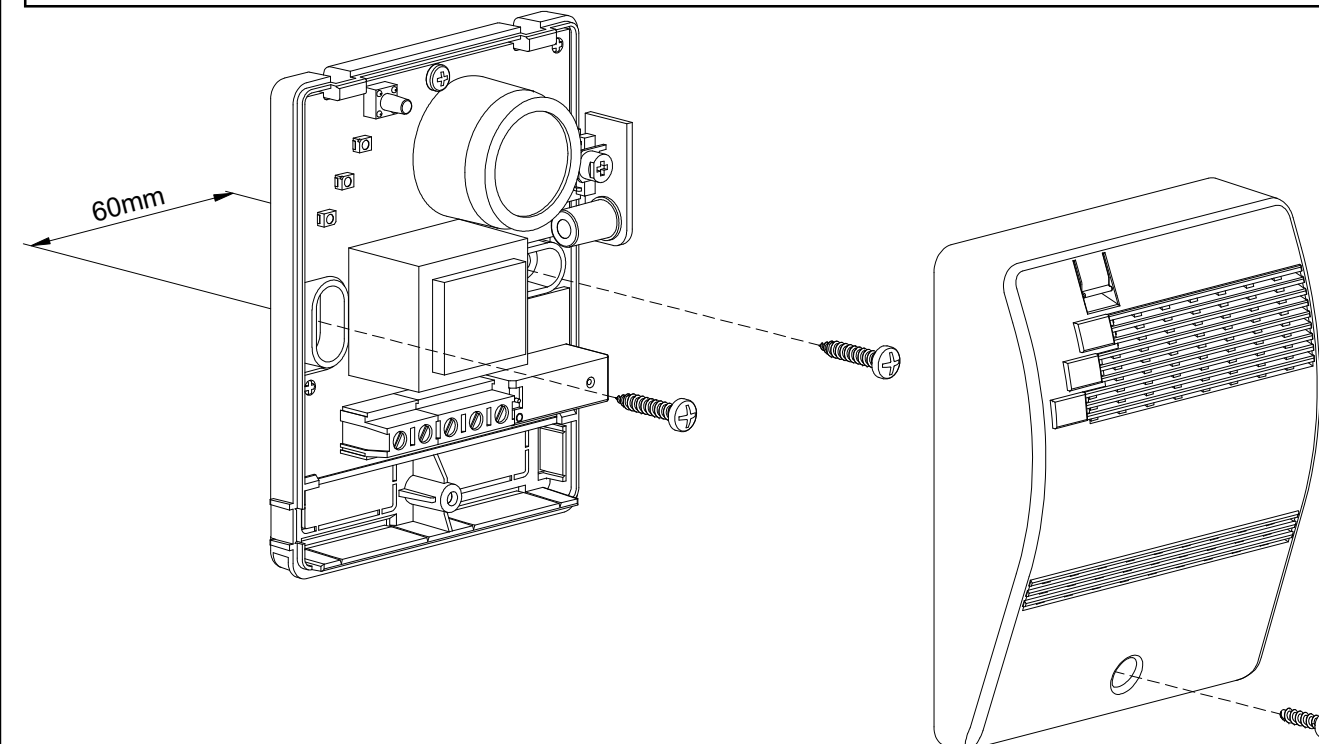

Fig. 2: Exemple d'installation du BEAGLE *plus* -.
3. Retirer le boîtier selon les indications de la Fig. 2.